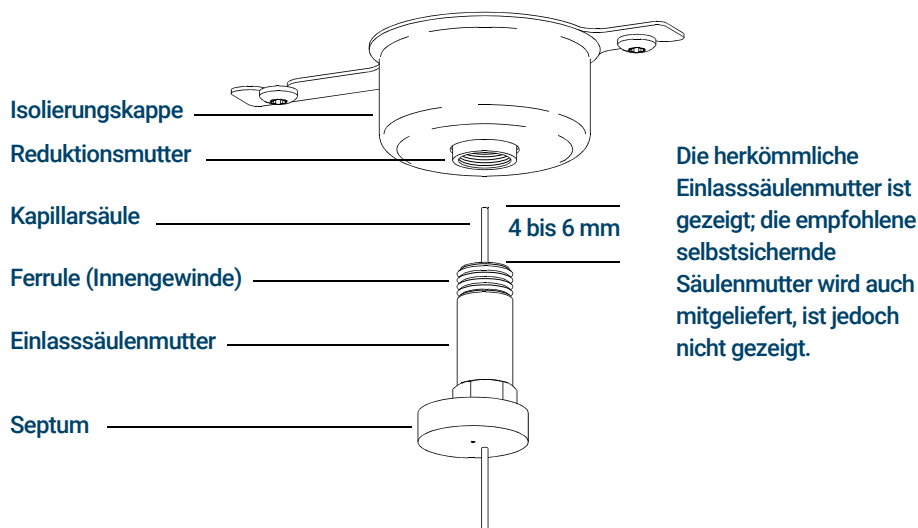

Abbildung 4. Installieren einer Kapillarsäule für einen Agilent Split/Splitless-Einlass
- 7 Positionieren Sie die Säule so, dass sie 4 bis 6 mm über das Ende der Ferrule hinaussteht. (Siehe **Abbildung 4.**)